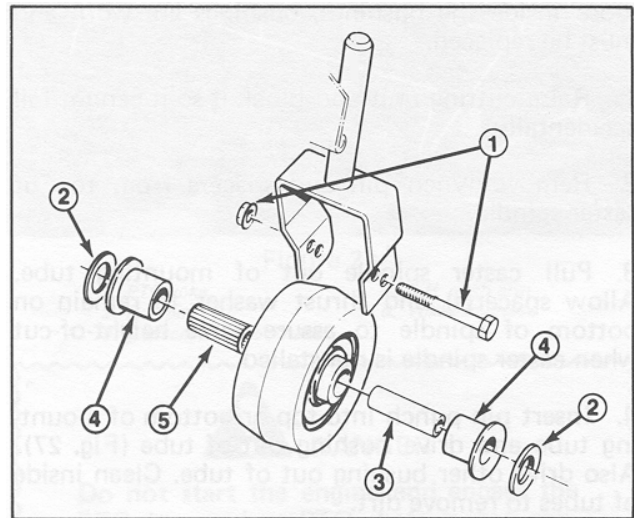

Figure 30
1. Enlevez la vis d'assemblage et le contre-écrou qui assujettissent la roue pivotante et les 2 rondelles entre la chape (Fig. 30).
2. Faites sortir la douille pour clé du moyeu de roue (Fig. 30).
3. Enlevez la bague du moyeu de roue et laissez tomber le roulement à l'extérieur (Fig. 30). Déposez la bague de l'autre côté du moyeu de roue.